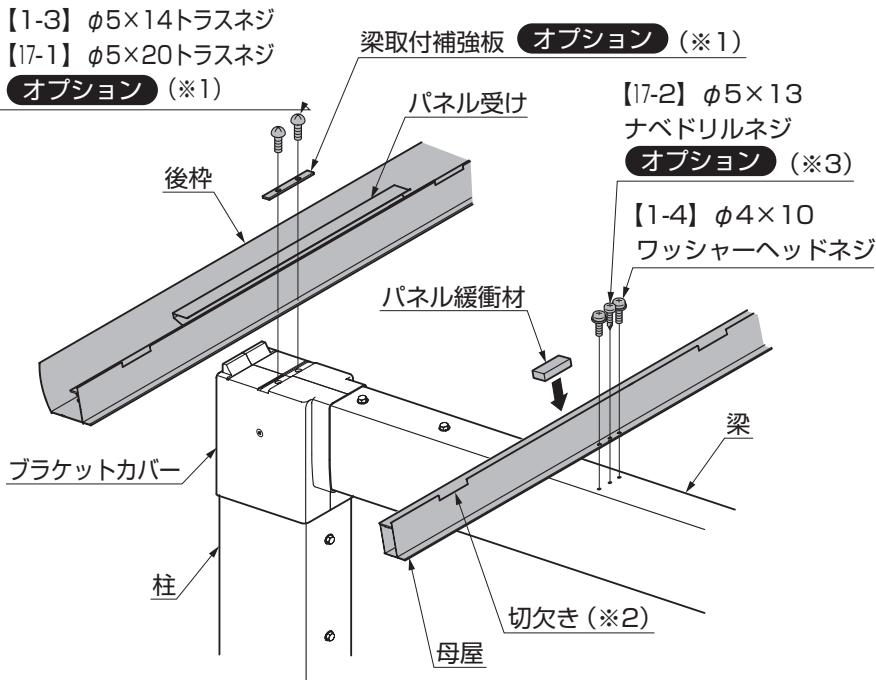

図3-1
①後枠をブラケットカバーに【1-3】で取付けてください。(図3-1参照)